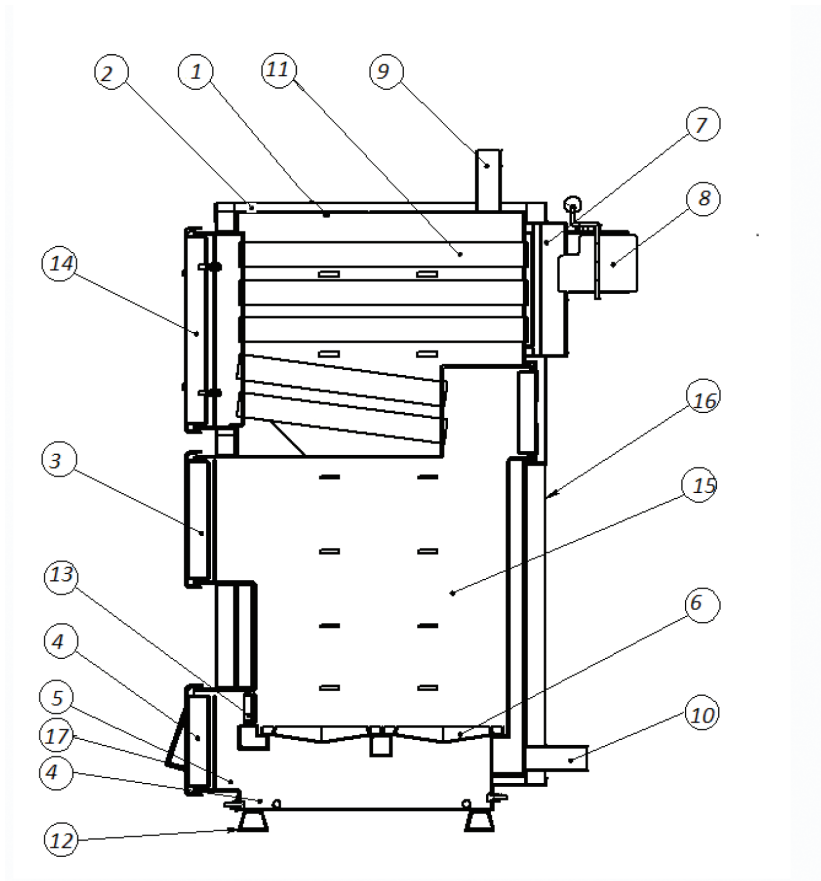

Рис.1 Устройство котла
3.1. Котёл (рис.1) представляет собой сварную конструкцию из листовой стали, состоящую из камеры сгорания и корпуса котла (теплообменника).
6.1. Полностью открыть: заслонку дымохода (8; рис.1), шибер (17), а при слабой тяге и дверцу зольника (4).
6.4. Для быстрого разогрева котла следует чаще забрасывать топливо малыми порциями, наращивая толщину горящего слоя. При этом заслонка (8, рис.1) должна быть полностью открыта.
6.5. При необходимости снизить температуру воды в котле следует частично прикрыть заслонку (8, рис.1).